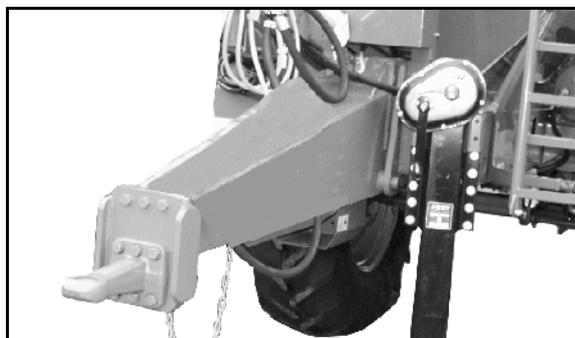

Fig. 23
- lanza de remolque recta (Fig. 23),